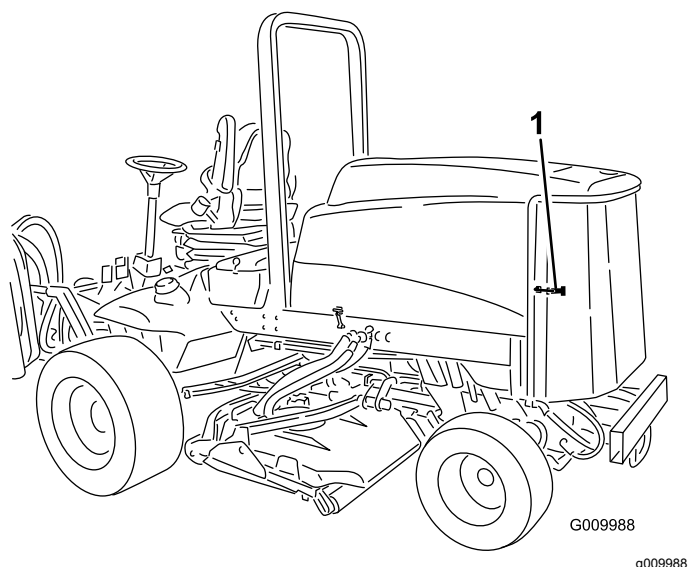

Figura 55
1. Destranque e abra o painel traseiro (Figura 55). Limpe cuidadosamente os detritos do painel.